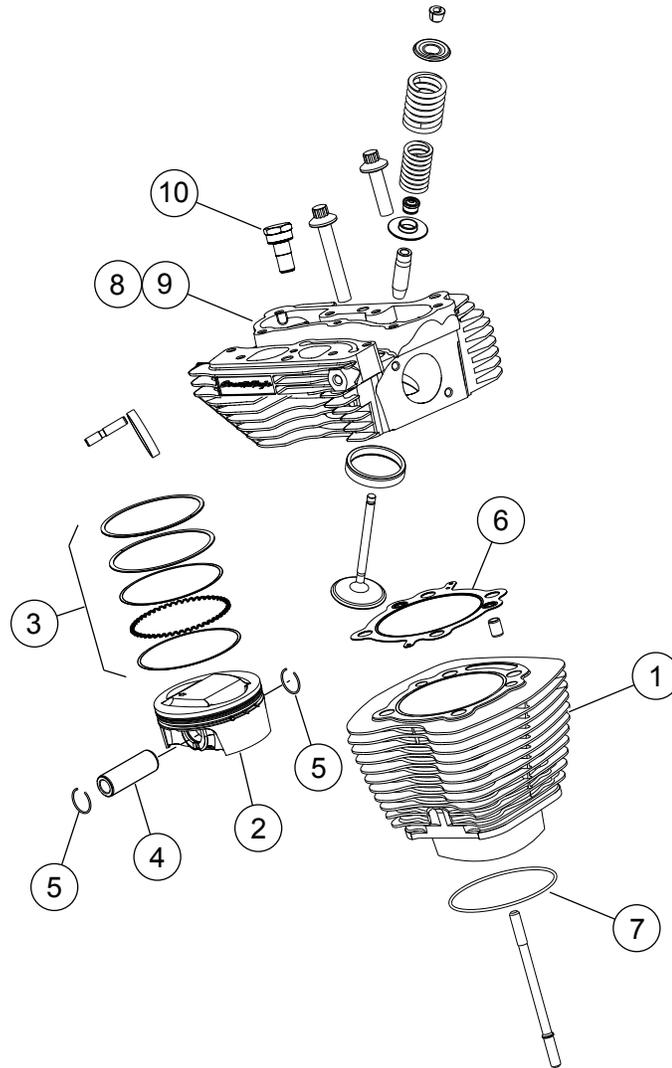
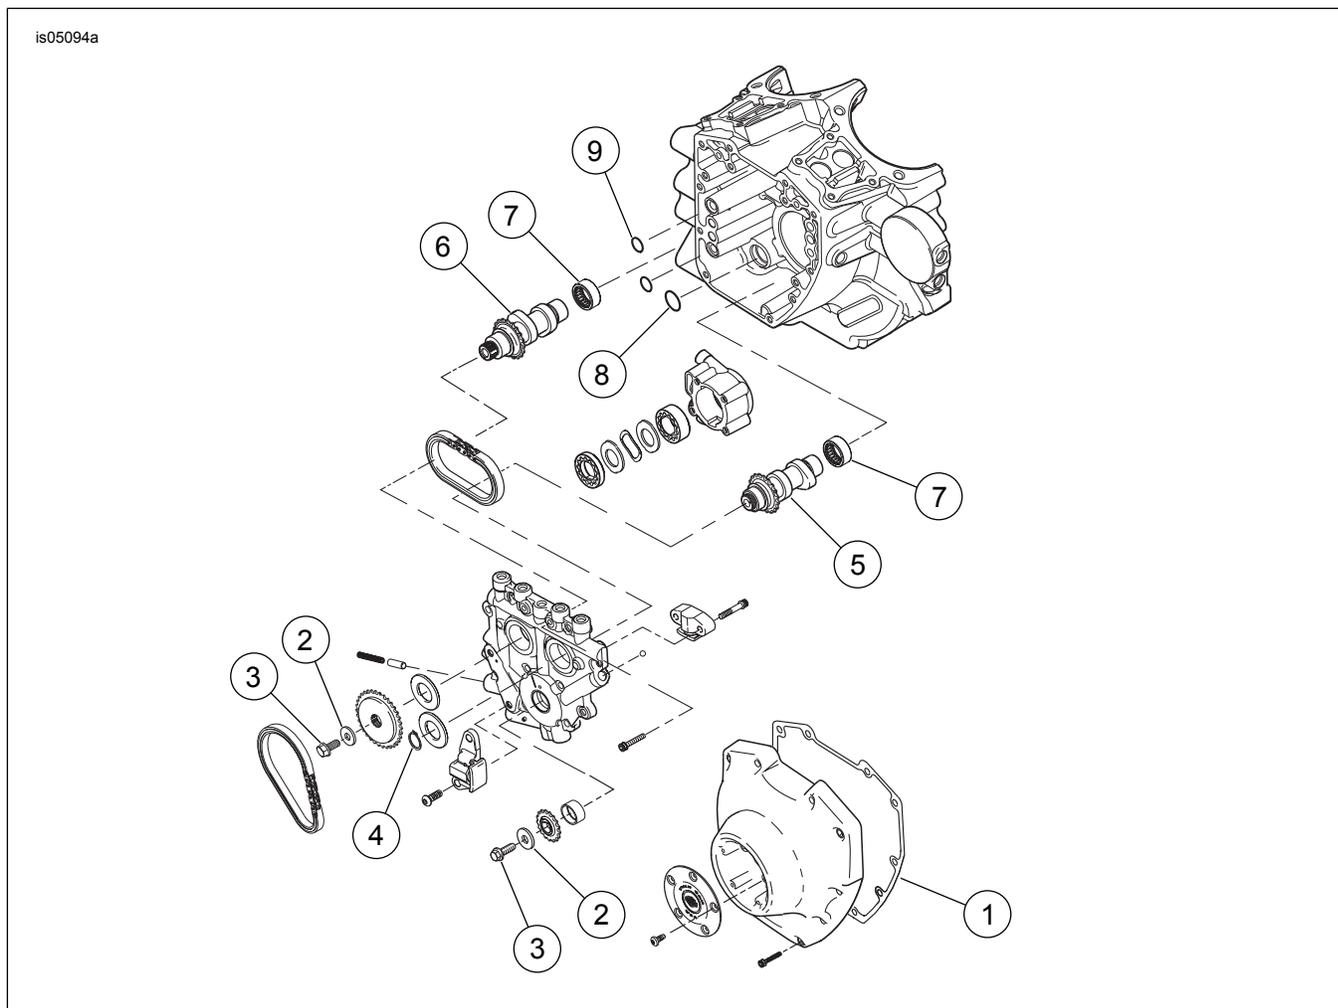

Abbildung 1. Ersatzteile: Screamin' Eagle Pro TC 1690 cm³ (103 in³) Stage 4-Satz
Abbildung 3. Ersatzteile: Screamin' Eagle Pro TC 1690 cm³ (103 in³) Stage 4-Satz
Siehe Abbildung 1 bis Abbildung 3 und Tabelle 1 bis Tabelle 3.
1. Siehe Abbildung 3. Die Nadellager (7) der Nockenwelle untersuchen und gegebenenfalls austauschen.
2. Siehe Abbildung 1 bis Abbildung 3. Die Nocken auf der Nockenscheibe, die Leistungszylinderköpfe und den Zylinder und Zylinderkopf mit Teilen aus dem Satz zusammenbauen. In den entsprechenden Teilen des Abschnitts MOTOR im Werkstatthandbuch nachschlagen.
| 8 | Dichtung, Entlüftung (2) | Nicht einzeln erhältlich | Hinweise: Dichtungssatz für die Entlüftung (17162-03), enthält Teile 8 bis 11. Teile 1 bis 13 sind im Zylinder- und Zylinderkopf-Überholungssatz (17052-99B) enthalten, sowie Teile 6 und 7, Abbildung 1. | | |